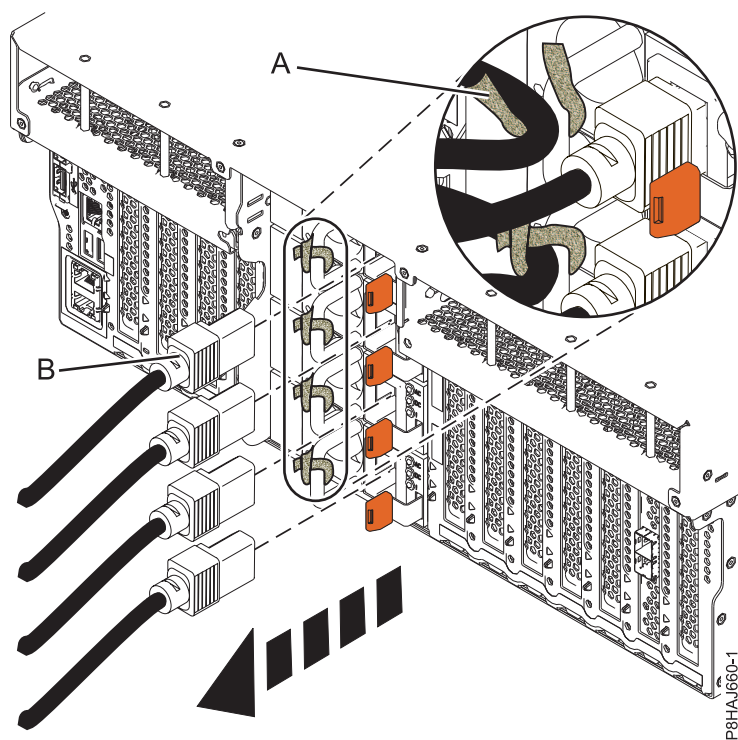
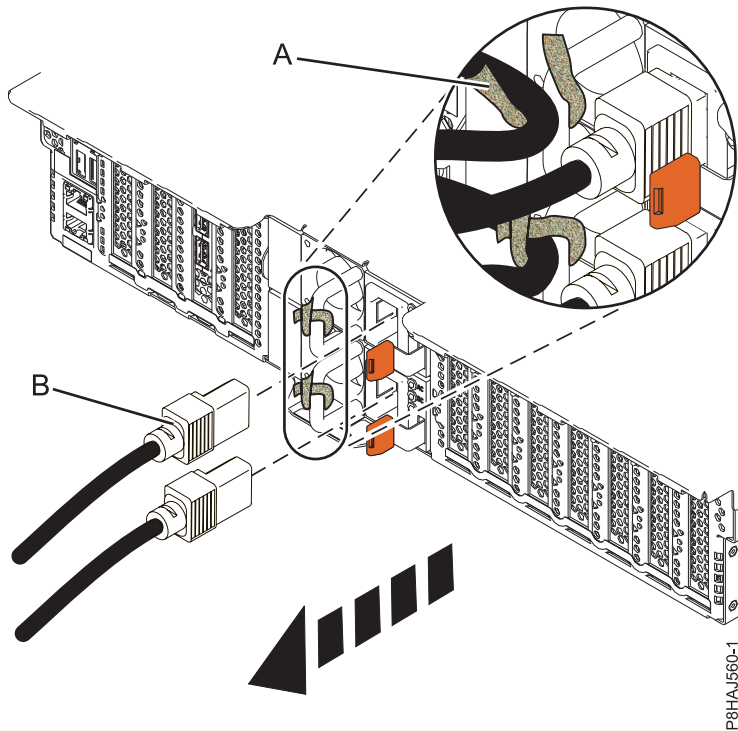
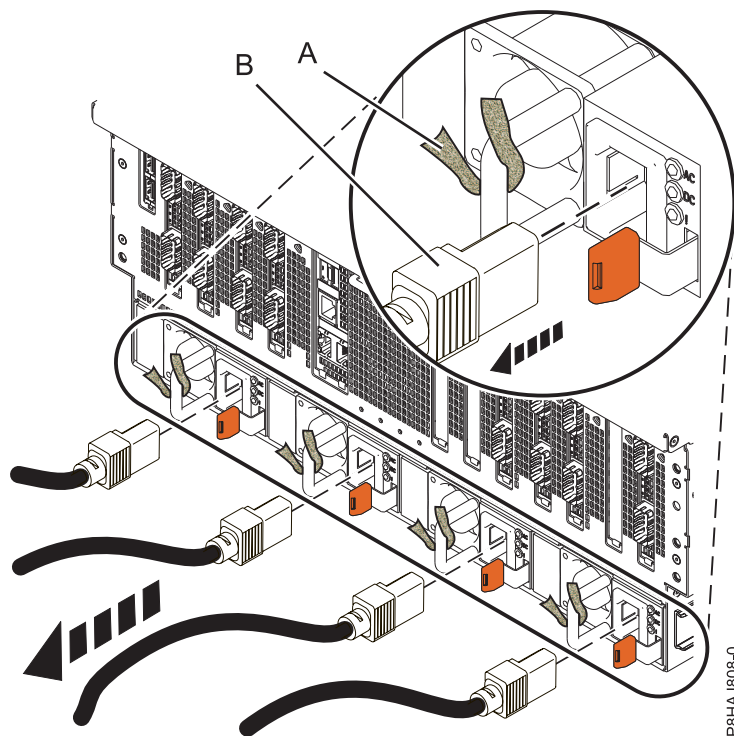

Figura 77. Removendo os cabos de energia de um sistema 8247-42L, 8286-41A ou 8286-42A
Figura 78. Removendo os cabos de energia de um sistema 5148-21L, 5148-22L, 8247-21L, 8247-22L, 8284-21A ou 8284-22A
Figura 79. Removendo os cabos de energia de um sistema 8408-44E ou 8408-E8E
3. Desconecte os cabos de energia **(B)** da unidade de sistema. Consulte Figura 77 na página 86, Figura 78 na página 86 ou Figura 79 na página 87 dependendo do tipo do seu sistema.